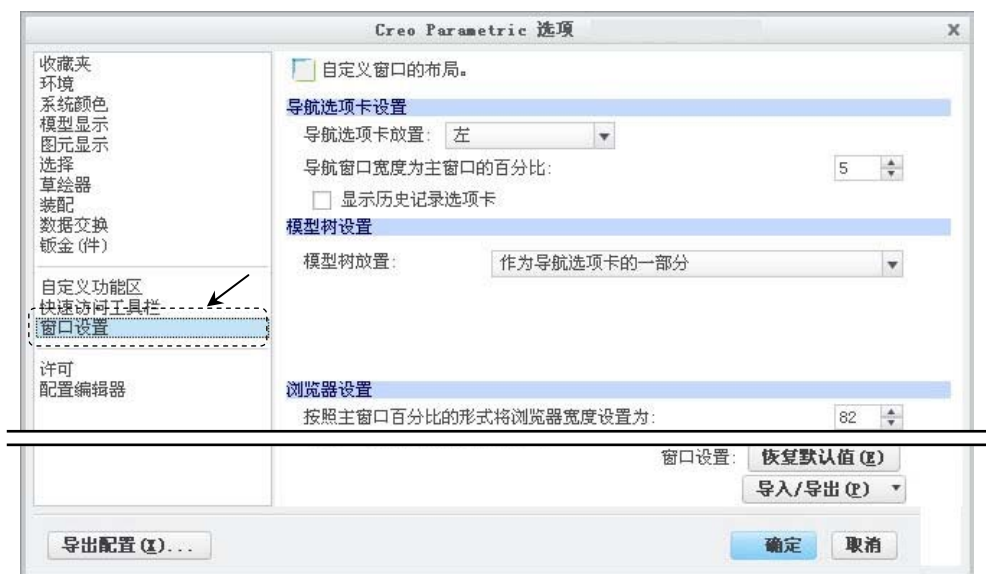

图 3.5.14 “窗口设置”界面
Step2. 窗口设置。在“Creo Parametric 选项”对话框中单击窗口设置区域，即可进入软件窗口设置界面。在此界面中可以进行导航选项卡的设置、模型树的设置、浏览器设置、辅助窗口设置以及图形工具栏设置等，如图 3.5.14 所示。